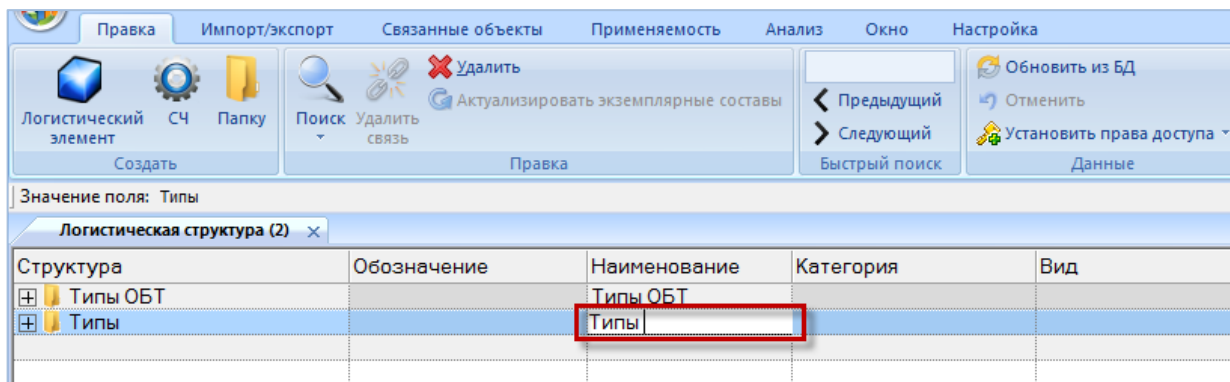

Рис. 10-9 – Задайте наименование папки для финального изделия
- 3) Ввести наименование папки (рис. 10-9).